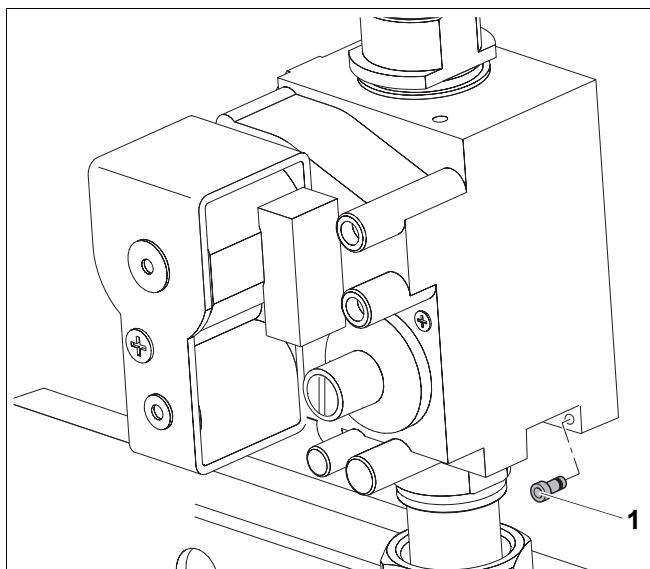

Fig. 47 Montați respectiv demontați adaptorul de gaze lichefiate
- Introduceți adaptorul pentru gaze lichefiate (Fig. 47, **Poz. 1**) cu garnitură.
- Îndepărtați adaptorul (Fig. 47, **Poz. 1**) pentru gaze lichefiate.